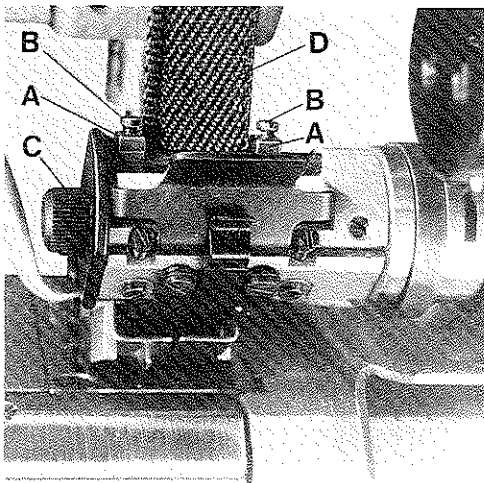

Fig.46
Set the two tape guides (A, Fig. 46) to the width of the cuff and heel tape. Right and left the tape guides should be set equally to the two turned grooves in roller (C). The tape (D) should be guided loosely but without too much lateral play.
After loosening screws (B, Fig. 46) the tape guides can be set accordingly. Retighten screws.
Stellen Sie die beiden Bandführungen (A, Fig. 46) auf die Breite des Hosenstoßbandes ein. Rechts und links sollen die Bandführungen gleichmäßig an die beiden Eindrehungen in der Walze (C) gestellt werden. Das Band (D) muß lose, aber ohne großes seitliches Spiel geführt werden.
Nach Lösen der Schrauben (B, Fig. 46) können die Bandführungen entsprechend eingestellt werden. Ziehen Sie die Schrauben wieder an.